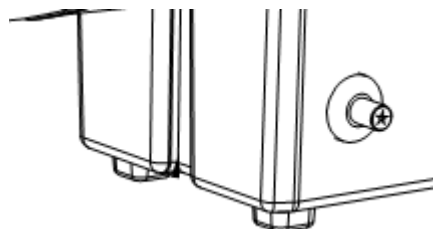

Rysunek 2
- Przełącz przełącznik zasilania do pozycji I i sprawdź, czy wentylator działa prawidłowo. (Rysunek 2)